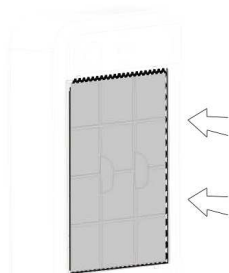

Abb. 6
7. Setzen Sie den Vorfilter (2) ins Gerät in entsprechenden Halterungen ein (Abb.6). Griffe am Filtergitter sollen nach dem Einsetzen des Filters nach außen zeigen.